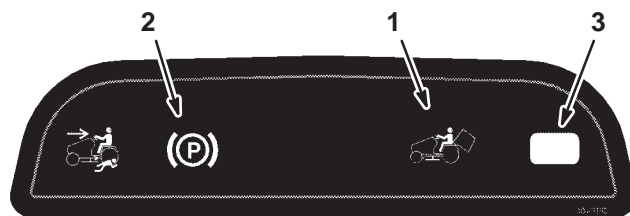

Figure 5
**Remarque :** Le témoin du frein de stationnement s'allume au tableau de bord quand le frein est serré (Fig. 5).
**Remarque :** Le témoin de PdF s'allume au tableau de bord quand la PdF est embrayée (Fig. 5).
Quand le bac à herbe a besoin d'être vidé, le témoin s'allume (Fig. 5) et une sonnerie se fait entendre.